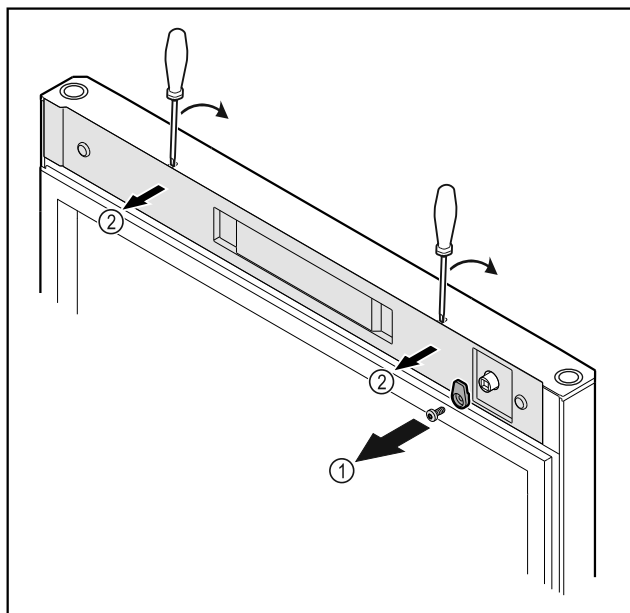

Fig. 10
- Noskrūvējiet slēgšanas āķi Fig. 10 (1).
- Atbrīvojiet un noņemiet pārsegu Fig. 10 (1) ar mazu skrūvgriezi.